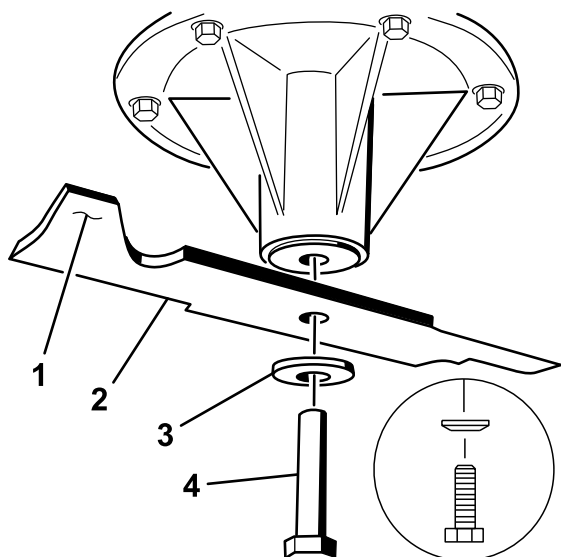

Figure 77
2. Enlevez de l'axe, le boulon, la rondelle bombée et la lame (Figure 77).
déséquilibrée, limez un peu l'extrémité de la partie relevée seulement (Figure 77). Répétez la procédure jusqu'à ce que la lame soit équilibrée.